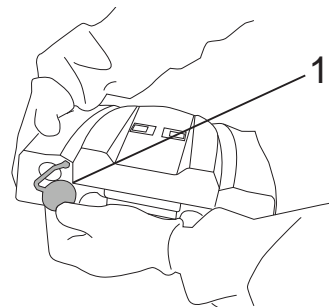

Fig.26
- Entfernen Sie den Verschluss vom Schmutzwassertank (Abb. 26, Pkt. 1).